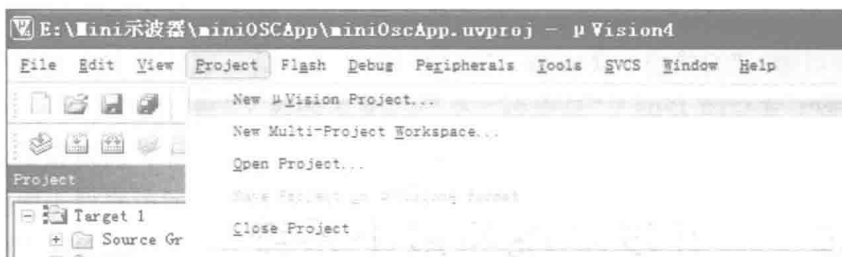

图 2.1 Keil 下新建工程
(1) 创建工程。进入 Keil 4.0 系统界面后，选择 Project→New μ Vision Project 命令 (见图 2.1)，然后输入工程名称，选择路径，进行保存。